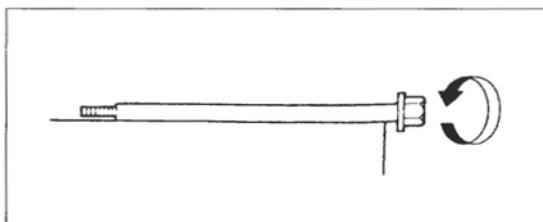

Bild 160
- √ Radachse über Richtplatte rollen und so Verzug feststellen (Bild 160). Bei Verzug Achse erneuern. Niemals versuchen, Achse geradezurichten.